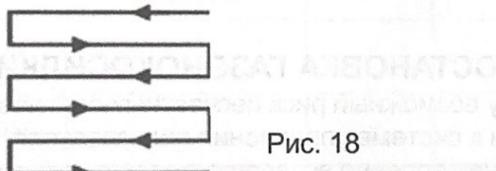

Рис. 18
- Косите рядами, слегка перекрывающими друг друга. Наиболее эффективным способом стрижки газонов являются прямые линии вдоль одной из сторон. Это позволит сохранить ряды ровными и гарантирует, что весь газон будет подстрижен без пропусков (рис. 18).